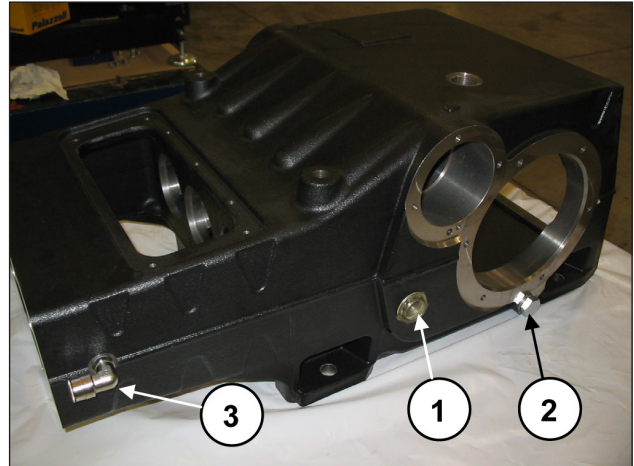

Fig. 48
Monte as duas luzes do nível do óleo, as duas tampas de descarga do óleo e a ligação com engate rápido de 90° (pos. ①, ② e ③ Fig. 48).